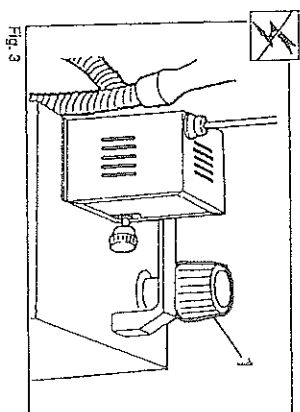

Fig. 3
- Plastic bags (Fig. 3).
- Prince lamée (Fig. 3).
- Netztauge (Abb. 3).